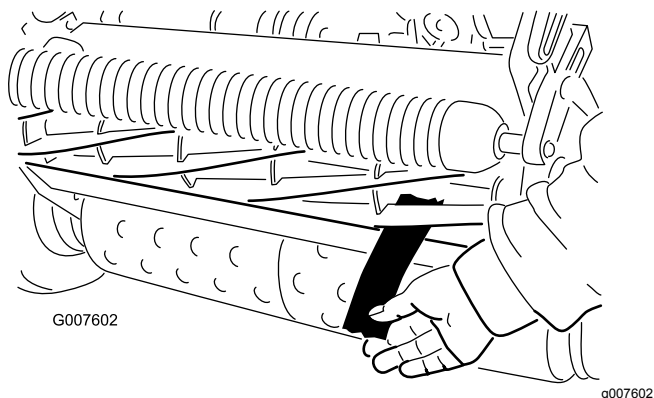

Рисунок 48
12. Проверьте характеристики скашивания, вставив длинную полоску бумаги между барабаном и неподвижным ножом перпендикулярно неподвижному ножу (Рисунок 48). Медленно проверните барабан вперед. При этом бумага должна разрезаться.